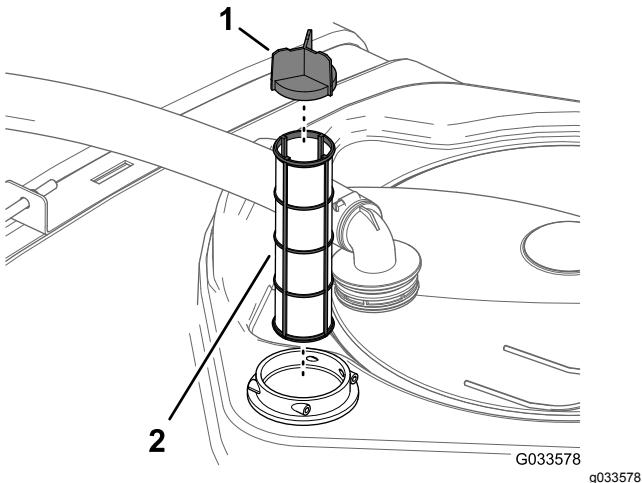

Figura 77
4. Estraete il filtro di aspirazione dall'alloggiamento del filtro nel serbatoio (Figura 77).